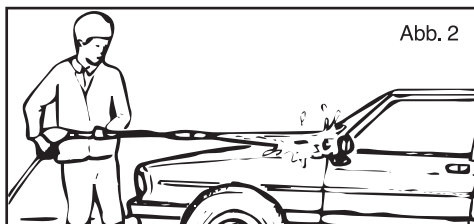

Abb. 2
- ▲ Bei jeder Betätigung der Maschine empfiehlt sich die Einhaltung der korrekten Bedienungsposition: eine Hand an der Pistole und die zweite Hand auf der Lanze (Abb.2).